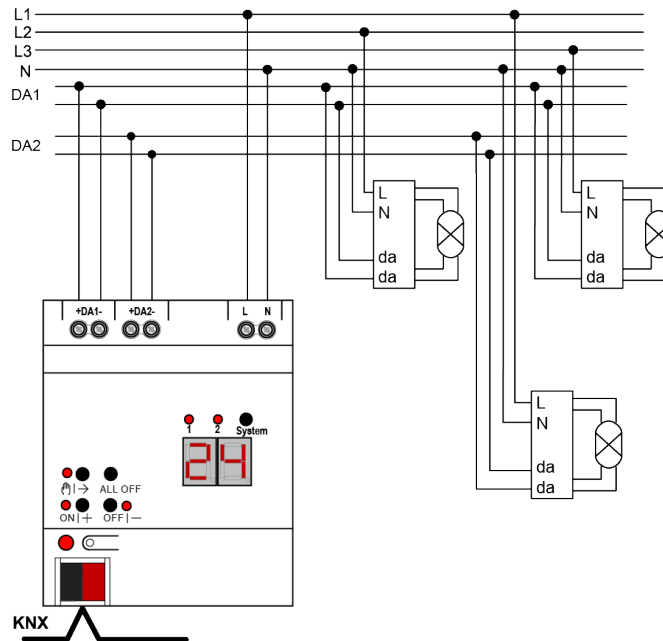

Figura 3: Esempio di collegamento gateway DALI 2x
- Collegare l'apparecchio secondo lo schema di collegamento (Vedi figura 3)